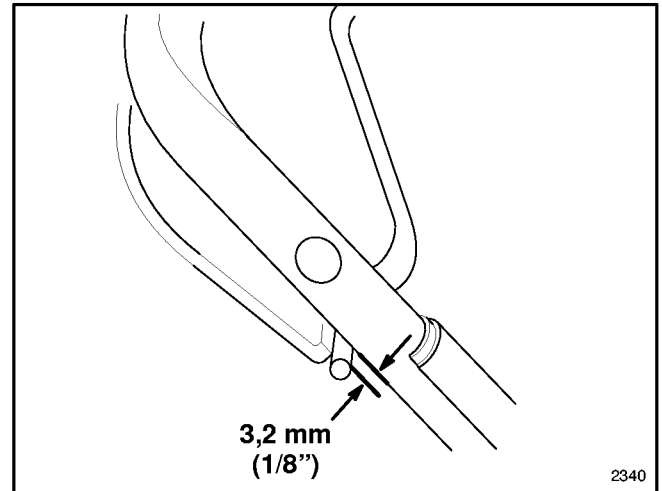

Abbildung 21
2. EINSTELLUNG ÜBERPRÜFEN (Abb. 21) – Den Schnittmesser-Kontrollbügel zum Griff bewegen, bis das Spiel aus dem Draht beseitigt ist. Der Abstand zwischen Schnittmesser-Kontrollbügel und Griff muß 1/8" betragen.